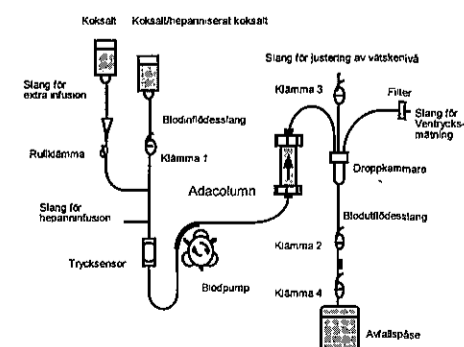

Fig. 2
- Ta bort locket från den röda änden av Adacolumn och anslut blodinflödeslangen så att den sitter stadigt. Placera Adacolumn i hållaren så att den röda kopplingen pekar nedåt. Ta bort locket på Adacolumns blå utlopp och anslut blodutflödeslangen (Fig. 2)